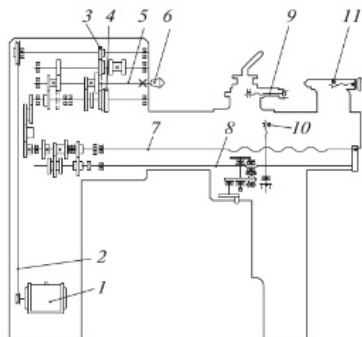

Рис. 5.5. Кинематическая схема токарно-винторезного станка:
Практическая работа № 9 «Устройство токарно-винторезного станка ТВ-6» (рис. 5.5)
Оборудование и материалы: токарно-винторезные станки ТВ-6, плакаты кинематических схем основных частей станка, кинематическая схема (рис. 5.5), шаблон ТВ-6 (рис. 5.6), слесарные линейки, технический паспорт ТВ-6.
6. На полученном рисунке выполните кинематическую схему станка ТВ-6 (рис. 5.5).